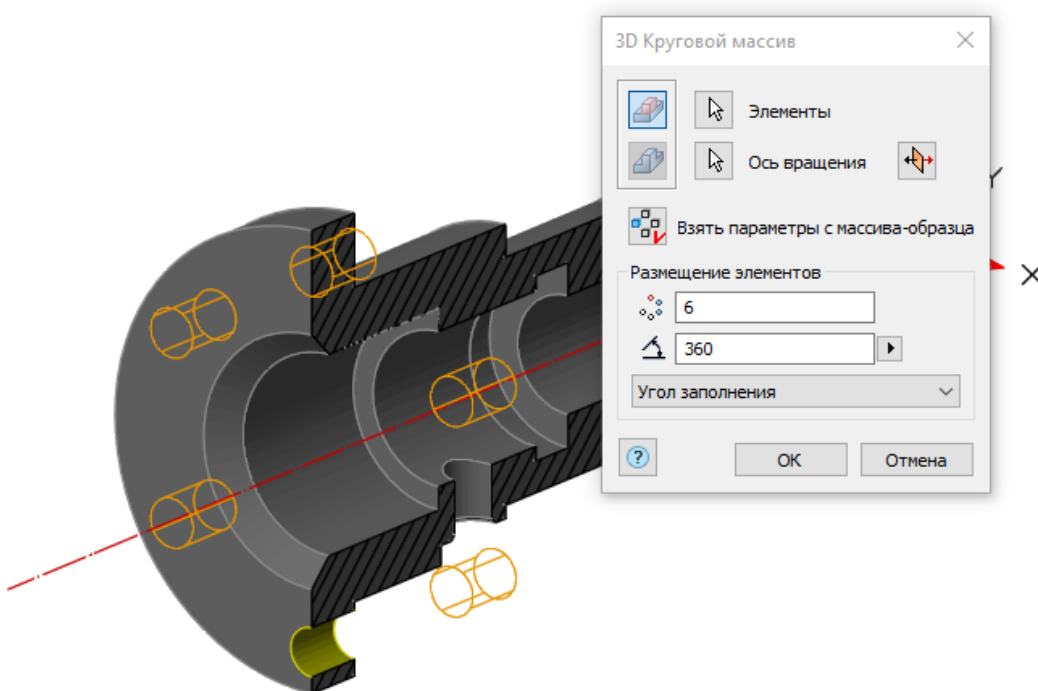

Рис. 29. *3D Круговой массив*. Предпросмотр заданных параметров
- 8.3.2. Задайте параметры: количество элементов – 6, угол элементов массива – 360° (рис. 29).